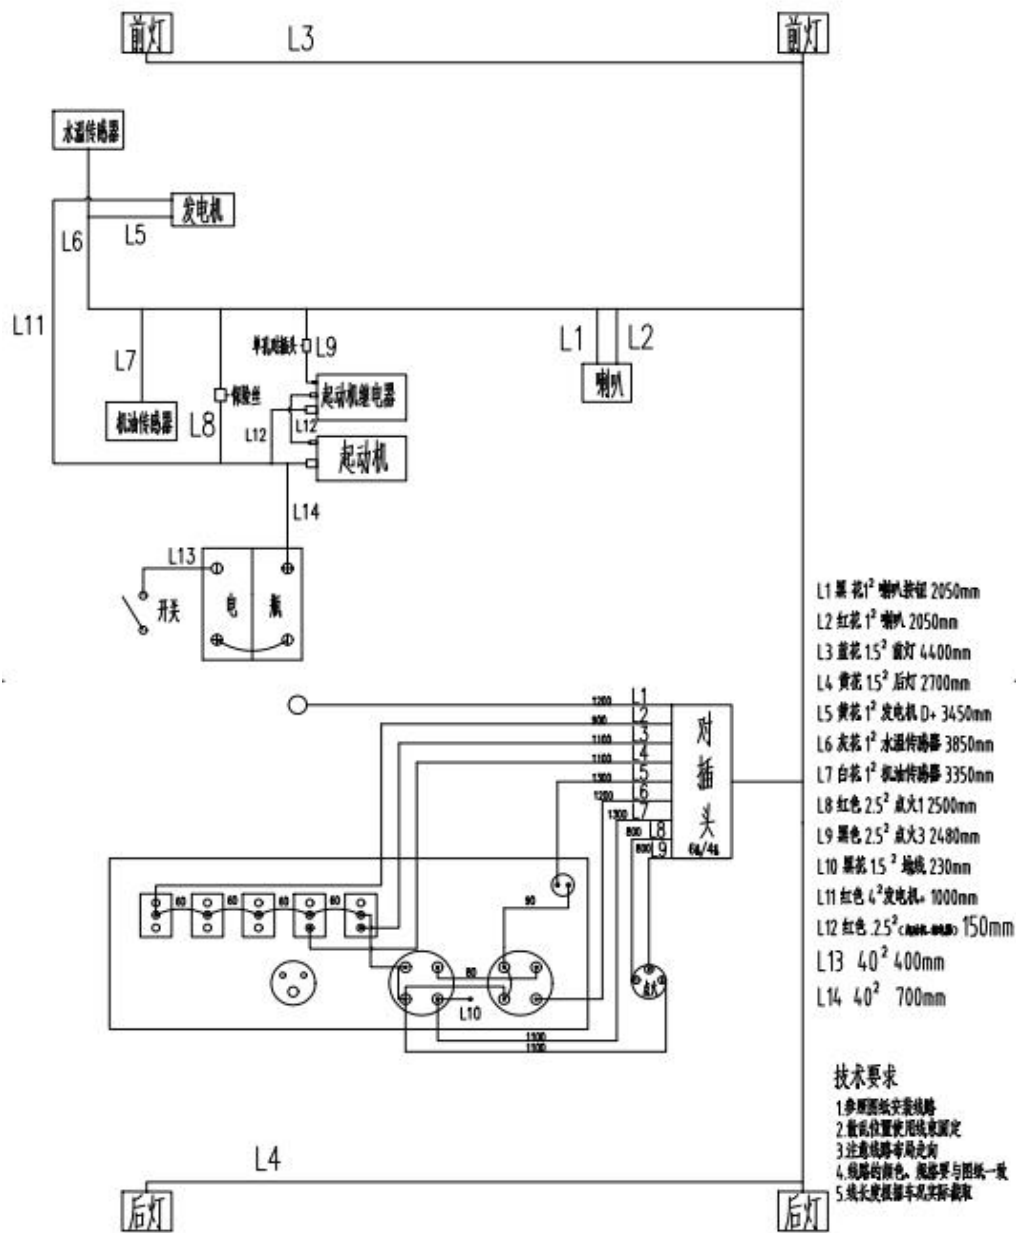

Figura 3-1
1.1 Sistema eléctrico (ver Figura 3-1 para el principio)